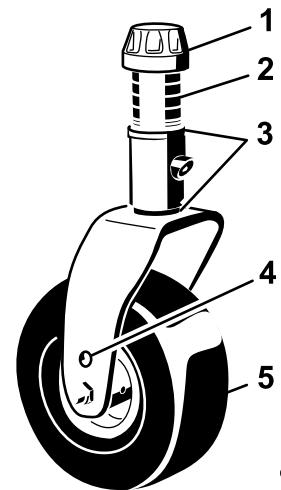

Figura 17
4. Retire a tampa de tensionamento do eixo rosado e desloque o fuso para fora do braço da roda giratória (Figura 17).